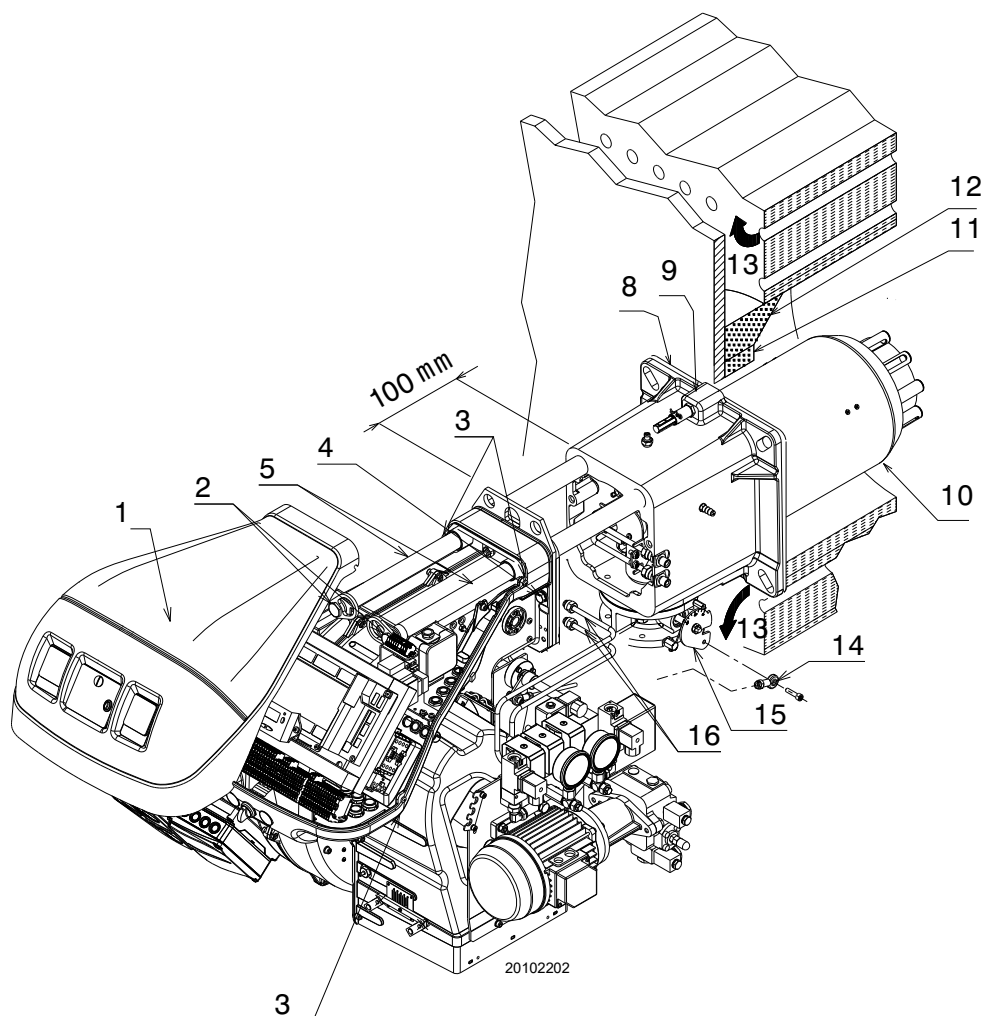

Fig. 16
Pentru centralele cu trecere frontală a gazelor arse 13)(Fig. 16) sau cu cameră de flacără inversă, o căptușeală refractară 11), între căminul refractar 12) și duza 10).
Apoi separați capul de combustie de restul arzătorului, (Fig. 16). Pentru a face acest lucru, procedați după cum urmează:
- reasamblați arzătorul pe ghidaje 3) la aproximativ 100 mm de manșon 4) - arzătorul în poziția ilustrată de Fig. 16;